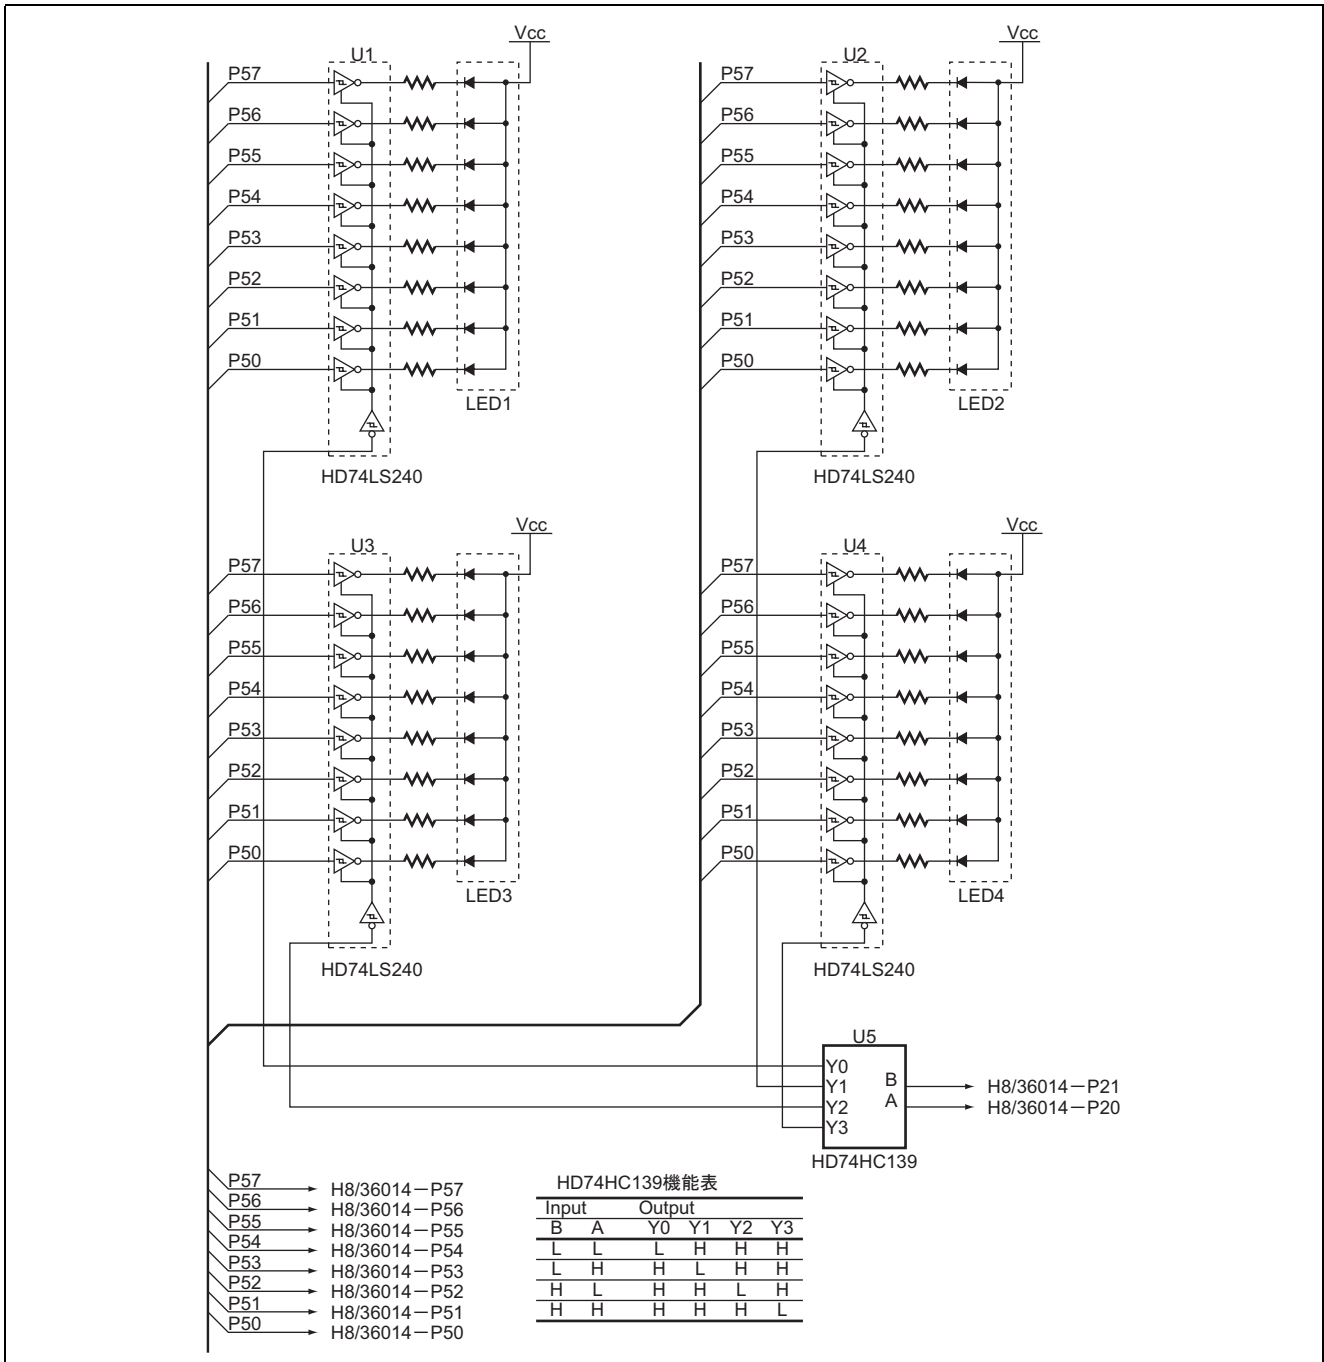

図 1.2 7セグメント LED 制御方法
7. 本タスク例では、7セグメント LED を表示させるためにポート出力を 3 ステート出力インバータドライバ (HD74LS240) に入力して、ドライバの出力を 7セグメント LED のカソードに接続しています。また 4 個の 7セグメント LED を表示させるためのポートはすべての 7セグメント LED に接続されており、7セグメント LED の表示切り替えは、3 ステートインバータドライバのイネーブル端子により制御しています。また、7セグメント LED の表示切り替えを行うための信号生成は、2-to-4-line デコーダ (HD74HC139) を使用して、2本のポート出力により制御します。図 1.2 に 7セグメント LED 制御方法について示します。